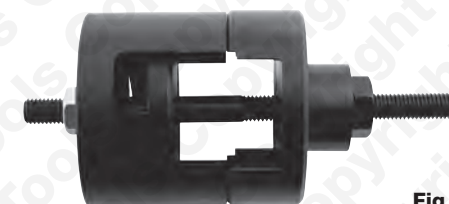

Fig 2
4. Assembler l'outil comme indiqué en Fig 2 en utilisant la coupelle de pose de douille la plus grande.